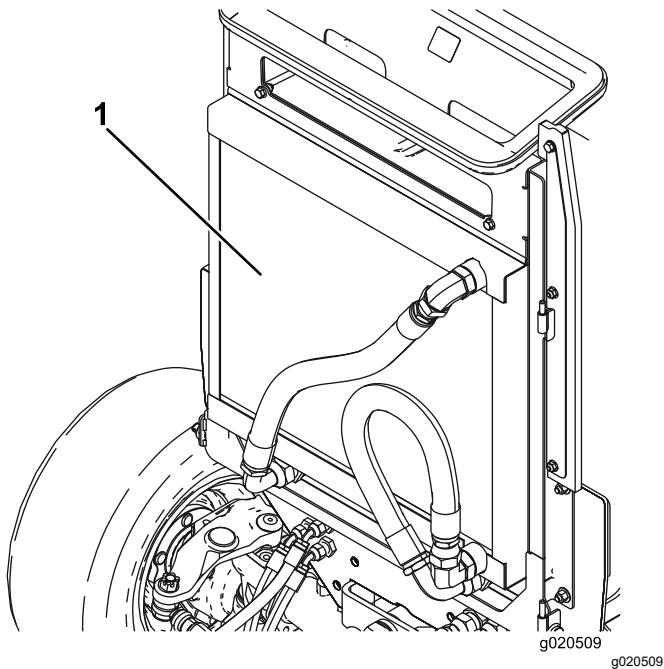

Figura 72
4. Limpie a fondo ambos lados del enfriador de aceite y del radiador con aire comprimido (Figura 72).